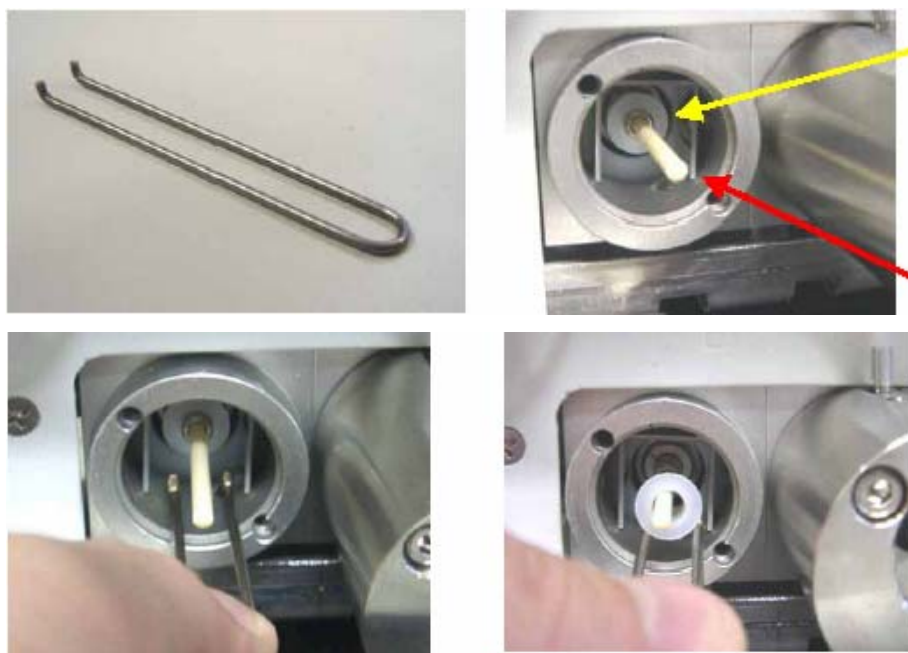

图 43. 拆卸套管
- ⑤ 如图 43 所示取出柱塞上的套管;
- ⑥ 用随机提供的专用工具拧松定位螺帽, 抽出柱塞。